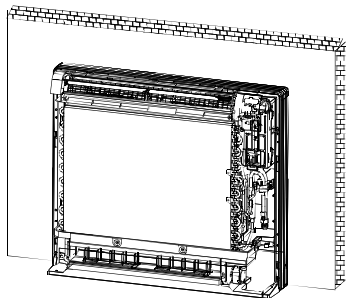

Рис. 5-6
- Установить внутренний блок на кронштейн (см. рис. 5-6). Нижняя панель блока может касаться пола или быть приподнята над полом; установленный блок должен находиться в вертикальном положении.